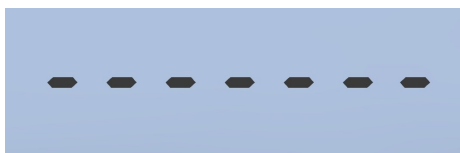

Abb. 1B
7. **Nullstellungssequenz:** Nach dem Drücken der Taste **ZERO** erscheint eine gestrichelte Linie auf dem Display (siehe Abb. 1B). Die Striche der Linie verschwinden einer nach dem anderen von links nach rechts (Abb. 1C). Die Spindel während dieses Vorgangs nicht verschieben. Dies dient als visuelle Erinnerung, dass gewartet werden muss, bis das Werkzeug nullgestellt wurde. Dieser Vorgang wird bei jeder Nullstellung des Werkzeugs durchgeführt und dauert weniger als eine Sekunde.